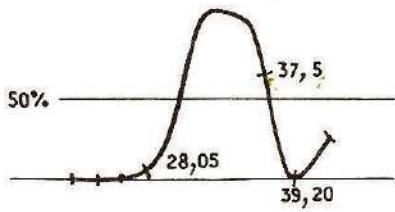

Fig. 23
1. Visser 325 pour mettre le marqueur 39,2 MHz au pied de la courbe (voir fig. 23).